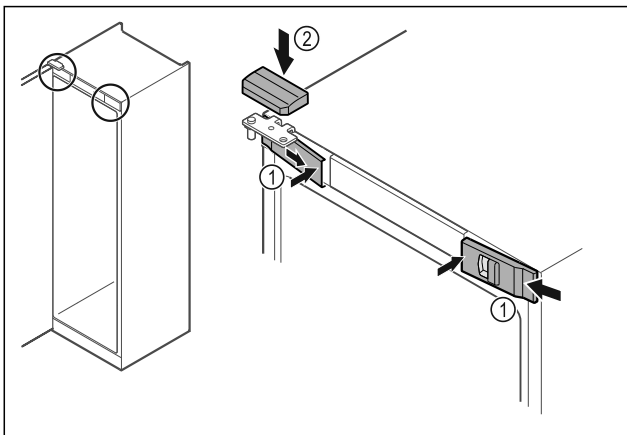

Fig. 43
- ▶ Зацепите сбоку и защелкните передние крышки Fig. 43 (1) с внутренней стороны.
- ▶ Защелкните верхнюю крышку Fig. 43 (2) сверху.